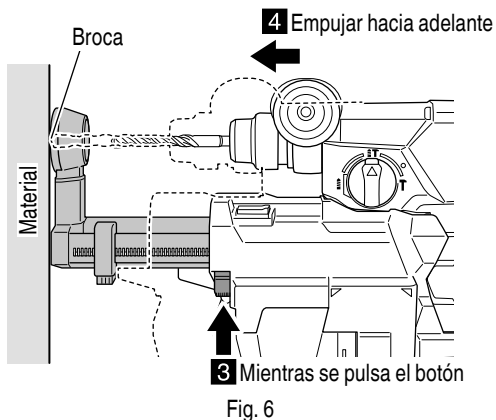

Fig. 6
- (3) Mientras presiona el botón de ajuste de la boquilla en la dirección de la flecha, presione la herramienta hacia el material, permitiendo que la posición de la boquilla se acorte hasta que alcance la posición en la que la broca entra en contacto con el material. (Fig. 6)